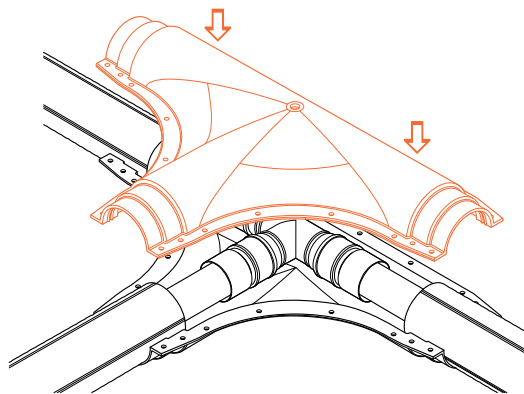

Рис. 4.6.5
- Установить трубу с фитингом в обжимное устройство (рис. 4.6.5).
5. Установить верхнюю половину защитного кожуха; совместить отверстия для болтов на верхней и нижней половинах кожуха (рис. 4.6.5).